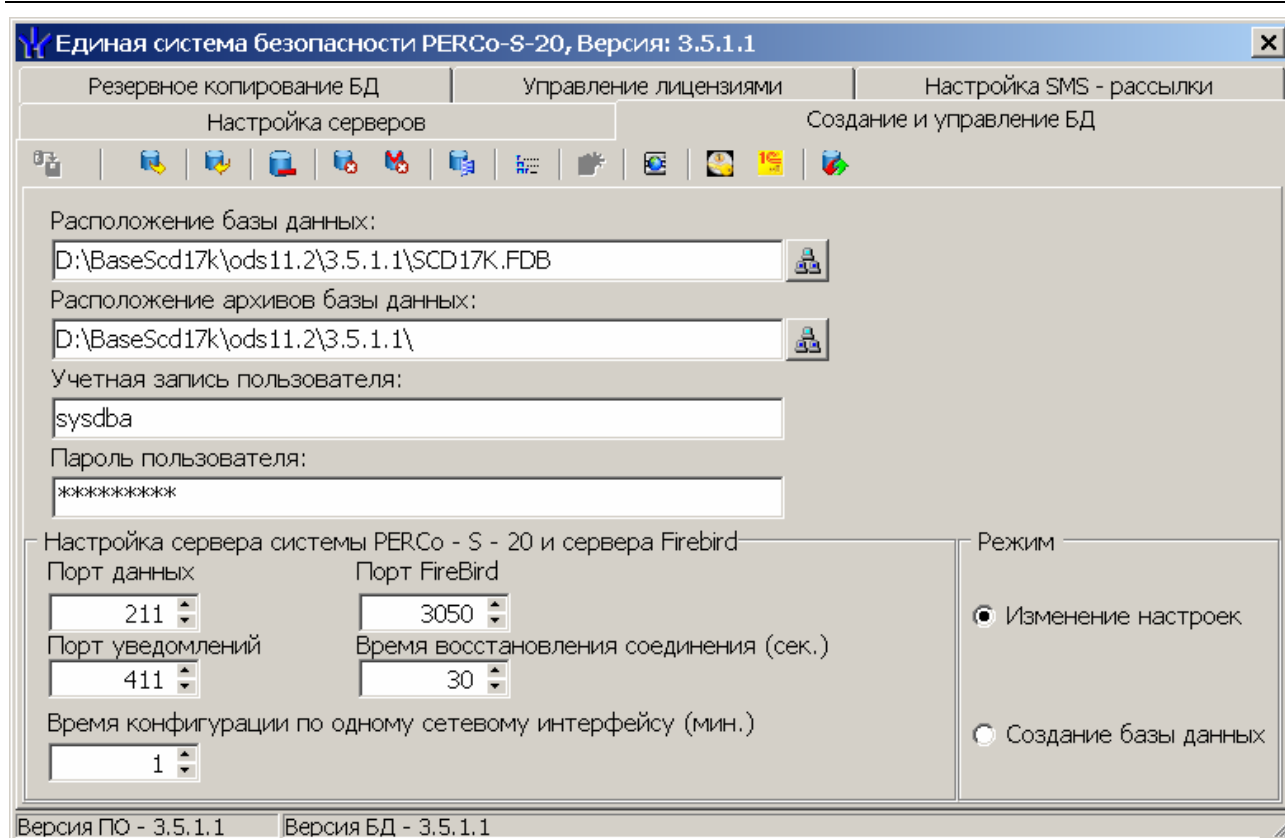

Рис. 6 Создание и управление БД
1. Перейдите на вкладку **Создание и управление БД** (Рис. 6):